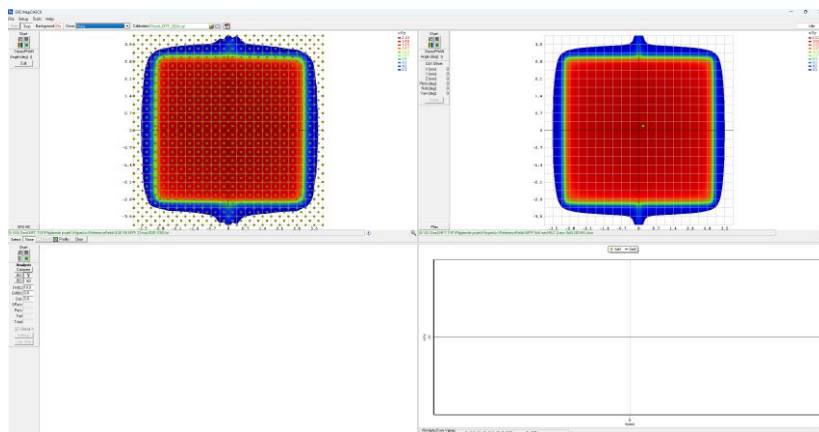

Bild 5. Referensfält mätning (t.v.) och beräknad (t.h.).
- Ta fram en output-faktor till patientmätningarna genom att jämföra de absoluta doserna centralt. Om uppmätt dos är högre än beräknad dos ska faktorn vara större än 1. Faktorn kommer senare att appliceras på den beräknade dosen i Set 2. Exempel på referensmätning (Bild 5).